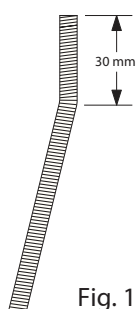

Fig. 10
b) Als de motor direct op de grond bevestigd wordt, buigt u de draadeinden op een hoogte van ongeveer 30 mm, zoals aangegeven in Fig.10.